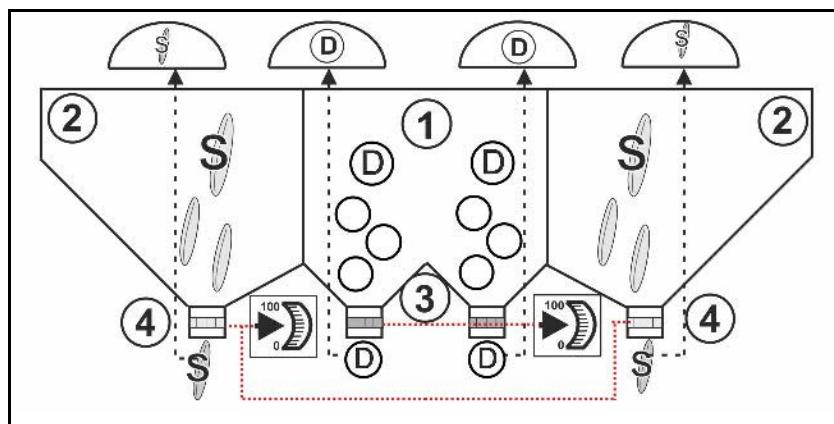

Рис. 26
- Для посева используйте внешние секции бункера (Рис. 26/2) с двумя внешними дозаторами (Рис. 26/4) и распределителями.
- Для внесения удобрения используйте среднюю, меньшую по размеру секцию (Рис. 26/1) бункера с двумя средними дозаторами (Рис. 26/3) и распределителями.
- Средние дозаторы оснастите дозирующими катушками для удобрений (Рис. 26/3).